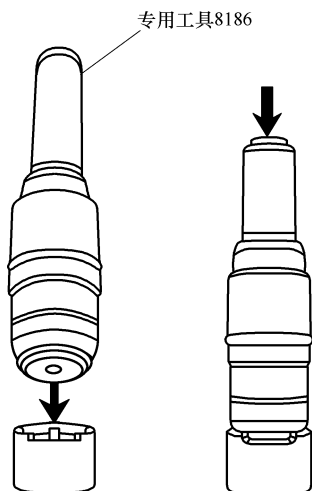

图 16-10 清除正时链条张紧器内的机油
8) 如图 16-10 所示, 用专用工具 8186 清除正时链条张紧器中的机油。